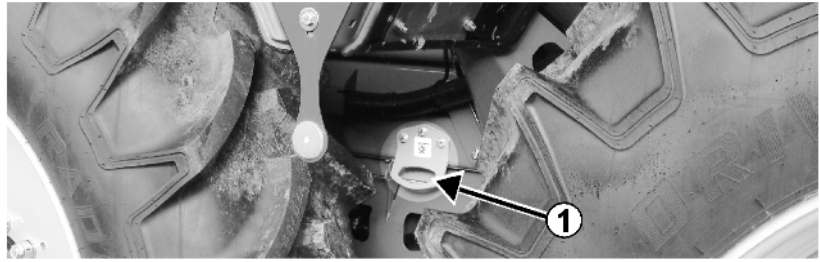

Fig. 7
- Fastsurringspunkter til højre og venstre mellem hjulene (Fig. 7/1)